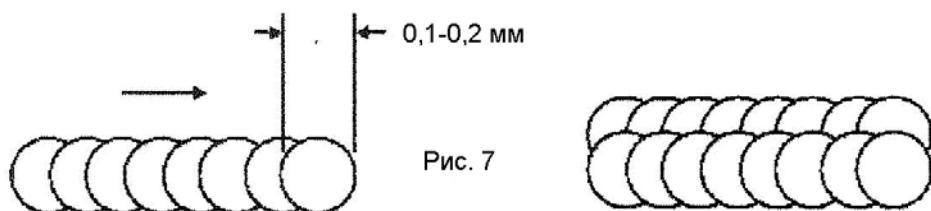

Рис. 7
- B. Включите автоматический режим работы аппарата. Плотно прижмите электродом сварочный материал. Нажмите ножной выключатель и удерживая его в нажатом положении медленно перемещайте электрод по поверхности (см. техника сварки с плавным перемещением и вращением электрода 6.7). Сварочный аппарат начнет циклически разряжаться, а на поверхности свариваемого материала будут накладываться друг на друга сварочные точки (Рис. 7).